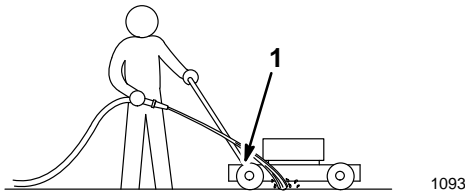

Figure 20
3. Ouvrir l'eau, tenir le tuyau d'arrosage à la hauteur du mancheron et diriger le jet vers le sol, juste devant la roue arrière droite (Fig. 20).